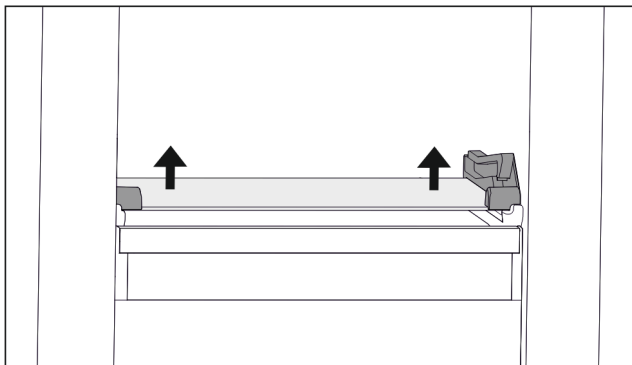

Fig. 70 Sklenená doska sklopnej zásuvky
- ▶ Na oboch stranách potlačte sklenenú dosku zospodu nahor. (pozri Fig. 70)